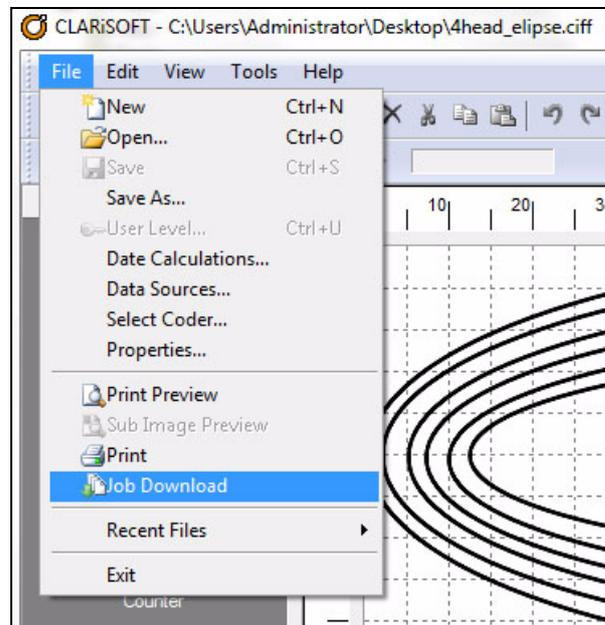
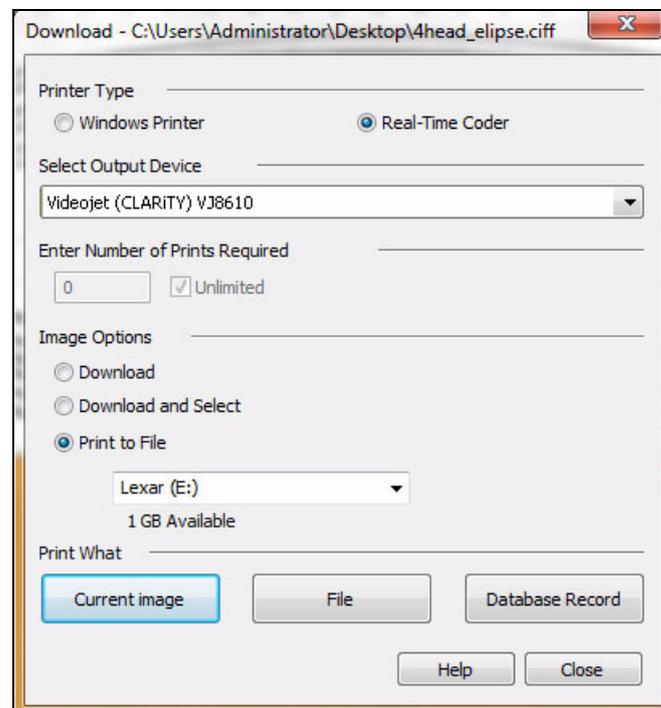

Рис. 5-25: Команда «Загрузка задания»
Рис. 5-26: Команда «Загрузка задания»
- В меню *Файл* выберите параметр *Загрузка задания* (см. Рис. 5-25). При этом появляется окно *Загрузка* (см. Рис. 5-26).
- При этом должна быть выбрана опция *Real-Time Coder* (*Синхронизатор в режиме реального времени*) (см. Рис. 5-26).